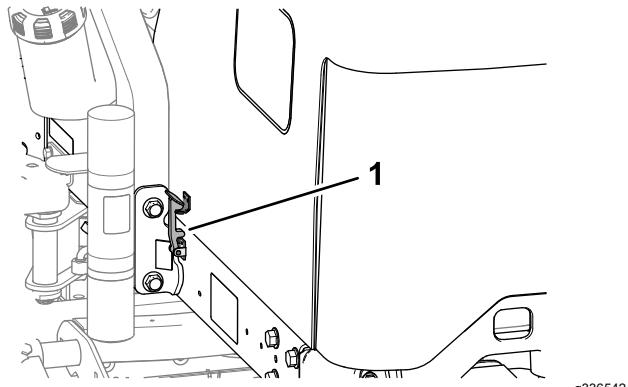

Figura 58
2. Ruotate il cofano in su e indietro (Figura 58).